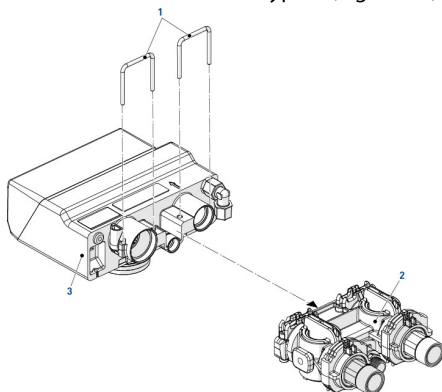

Figura 4a
5. Collegare il bypass al corpo valvola (Figura 4a), e le connessioni entrata / uscita al bypass (Figura 4b).